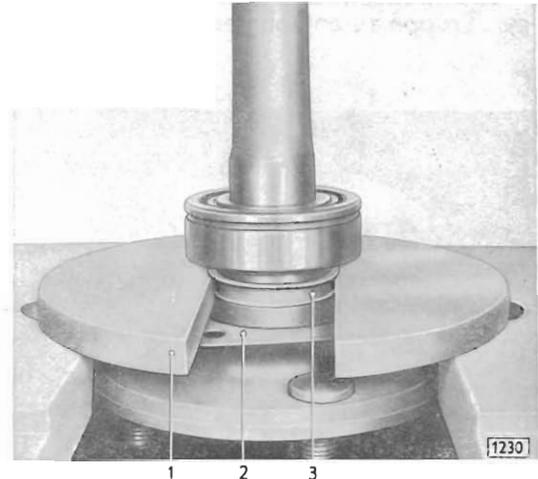

Bild 16 - Kugellager und Wasserablenkblech von Hinterachswelle abdrücken
2. Kugellager (14/3) und Wasserablenkblech (16/3) mit Abdrückplatte (16/1) von S-1211 von Hinterachswelle abdrücken (Bild 16). Dabei Abdrückplatte mit Aussparung zwischen Staubfang- (16/2) und Wasserablenkblech einsetzen. Gegebenenfalls den zum Wellenflansch zeigenden Bördelrand des Wasserablenkbleches zum Einsetzen der Abdrückplatte etwas zusammendrücken.